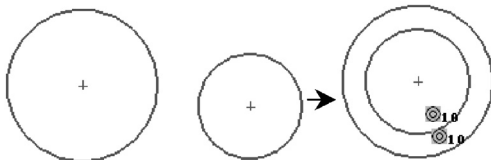

图 2-179 添加同心几何关系
- 同心几何关系 ：使两圆或圆弧同圆心，如图 2-179 所示。